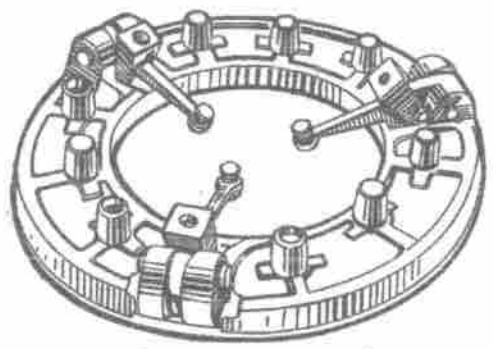

Bild 84. Kupplungsdruckplatte nebst eingestellten Ausrückhebeln
2. Zusammengebaute Ausrückhebel in die Nuten der Druckplatte gemäß der Markierung, die beim Zerlegen gemacht wurde, einsetzen, Bolzen der Ausrückhebel einsetzen, wobei die Dorne herausgestoßen werden, und Bolzen versplinten (Bild 84).
5. Kupplungsgehäuse derart auf die Druckplatte aufsetzen, daß die beim Zerlegen gemachten Marken zusammenfallen. Hierbei achte man darauf, daß jede Feder richtig auf den Zapfen des Gehäuses aufsitzt. Mit Hilfe der Presse das Gehäuse bis zum Anschlag an den Tisch drücken, wie in Bild 84 dargestellt. Das Verkanten des Gehäuses darf dabei nicht zugelassen werden. Drei Befestigungsschrauben für die Gabeln einschrauben.